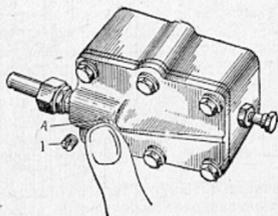

Рис. 140. Проверка исправности масляного насоса коробки дополнительного отбора мощности:
15. Снимите и разберите коробку дополнительного отбора мощности, промойте и смажьте детали. После установки на автомобиль проверьте работу масляного насоса коробки (рис. 140).